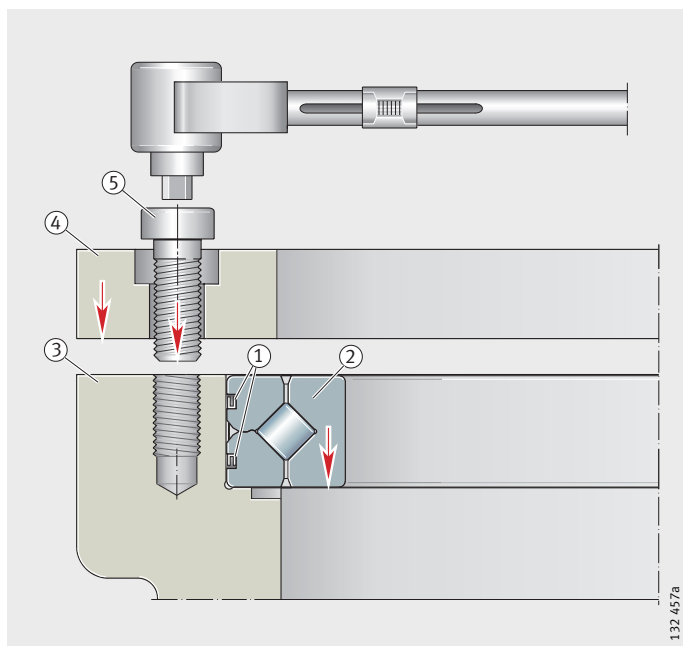

Figura 9
L'anello esterno è spaccato e trattenuto da tre anelli di bloccaggio ①, *Figura 9*! Non caricare mai a trazione gli anelli di bloccaggio!
Per il montaggio dell'anello, vedere *Figura 9*: